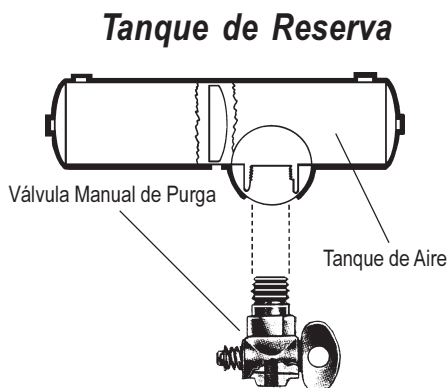

Figura 5-1 Válvula Manual de Purga
- Accionada manualmente girándola un cuarto de vuelta, como se muestra en la figura 5-1, o tirando de un cable. Usted mismo tiene que purgar los tanques al final de cada día de conducción.